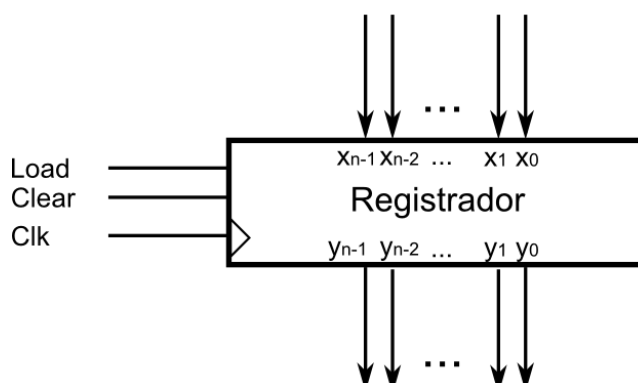

Figura 2: Registrador de n bits
2. Seja o registrador de n bits mostrado na Figura 2.